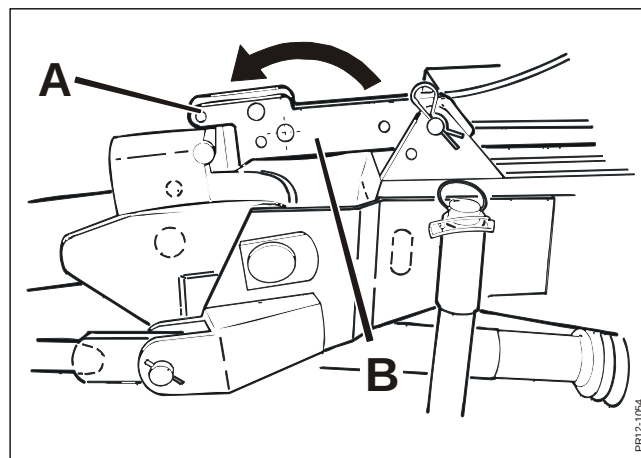

Fig. 3-13
- Fig. 3-13 2) Ekstra stop **A** svinges ned foran klinken **B**, for at sikre at udliggeren ikke bevæger sig i forhold til toprammen under frakobling.